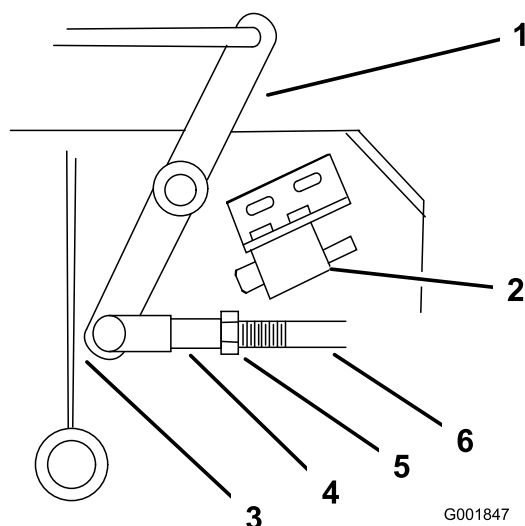

Figure 47
- Ajustez la longueur de la timonerie de sorte que l'extrémité la plus basse du levier coudé passe juste le renfort de support de l'essieu (Figure 47).
- Desserrez l'écrou contre la chape (Figure 47).